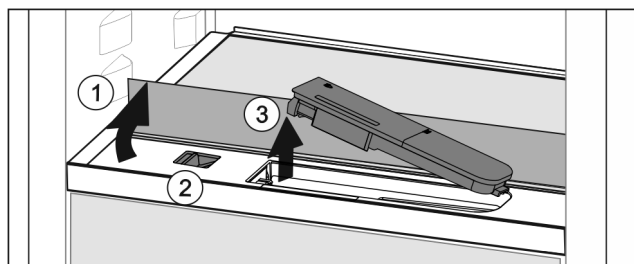

Fig. 127
- Skleněnou desku nadzvedněte a zaklapněte dozadu až na doraz Fig. 127 (1).
- Posuvník Fig. 127 (2) posuňte doleva.
- Vyjměte nádržku na vodu Fig. 127 (3).